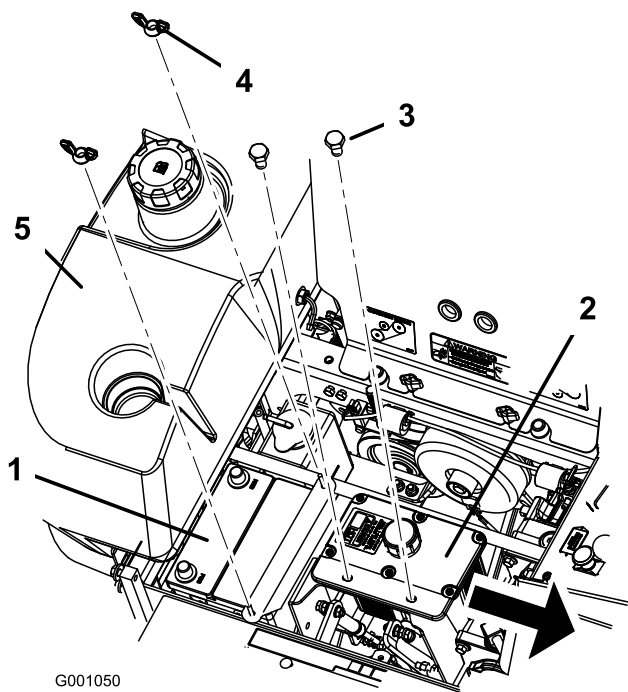

Figura 57
6. Retire ambas as porcas de orelhas (1/4 pol.) que prendem o grampo da bateria (Figura 57).
7. Retire os parafusos que prendem o depósito hidráulico (Figura 57).
1. Posicione a bateria na base com os pólos terminais no lado oposto do depósito hidráulico (Figura 57).
6. Prenda a bateria com pernos em J, grampo de fixação, 2 anilhas (1/4 pol.) e 2 porcas de orelhas (1/4 pol.) (Figura 57).